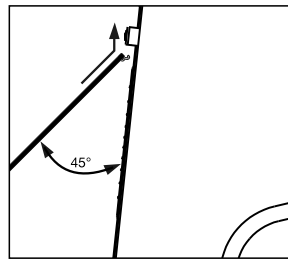

Figura 3.
1. Sujetando la rejilla en un ángulo de 45 grados respecto al altavoz, introduzca las dos pestañas en las dos ranuras correspondientes ubicadas en la parte inferior de la pieza que lleva el logo, tal como se muestra en la Figura 3.